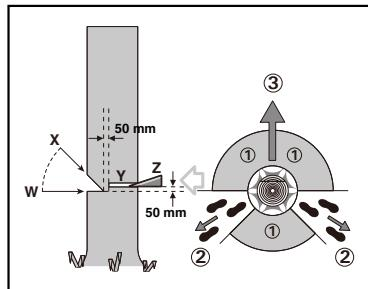

Fig. 1
De bediener van de kettingzaag moet aan de heuvelopwaartse kant van het terrein blijven, omdat de boom na het vellen waarschijnlijk naar beneden zal rollen of glijden. Er moet een vluchtweg worden gepland en indien nodig worden vrijgemaakt voordat met het zagen wordt begonnen. De vluchtweg moet zich naar achteren en diagonaal achter de verwachte vallijn uitstrekken, zoals aangegeven in afbeelding 1.
Maak de inkeping 1/3 van de diameter van de boom, loodrecht op de valrichting, zoals aangegeven in afbeelding 1.
1. Maak eerst de onderste zaagsnede van de valkerf (W). Op die manier wordt voorkomen dat de zaagketting of het zaagblad bij het maken van de tweede zaagsnede (X) klem komt te zitten.
Maak de valsnde (Y) ten minste 50 mm hoger dan de horizontale zaagsnede van de valkerf (zie afbeelding 1). Houd de valsnde evenwijdig aan de horizontale zaagsnede van de valkerf. Maak de valsnde zodanig dat er genoeg hout overblijft om als scharnier (breuklijst) te dienen. De breuklijst voorkomt dat de boom verdraait en in de verkeerde richting valt. Zaag niet door de breuklijst.
Wanneer de boom begint te vallen, verwijder dan de kettingzaag uit de zaagsnede, stop de motor, leg de kettingzaag neer en gebruik dan de geplande vluchtweg (2). Wees waakzaam voor vallende takken en let op waar u loopt. (Zie Fig. 1)